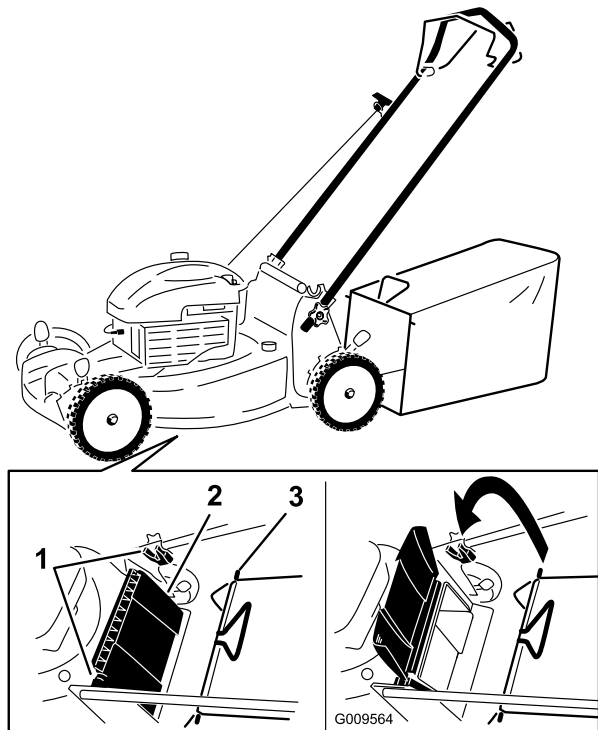

Figura 19
1. Levante y sujete el deflector trasero (Figura 19).
2. Instale la bolsa de recogida, asegurándose de que los pasadores de la bolsa descansan en las muescas del manillar (Figura 19).